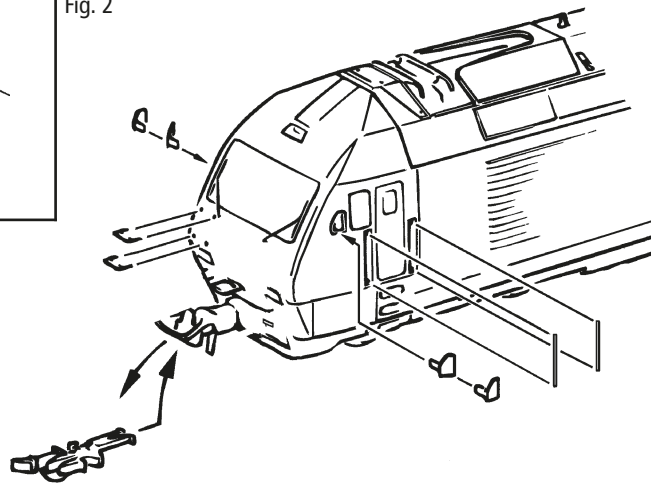
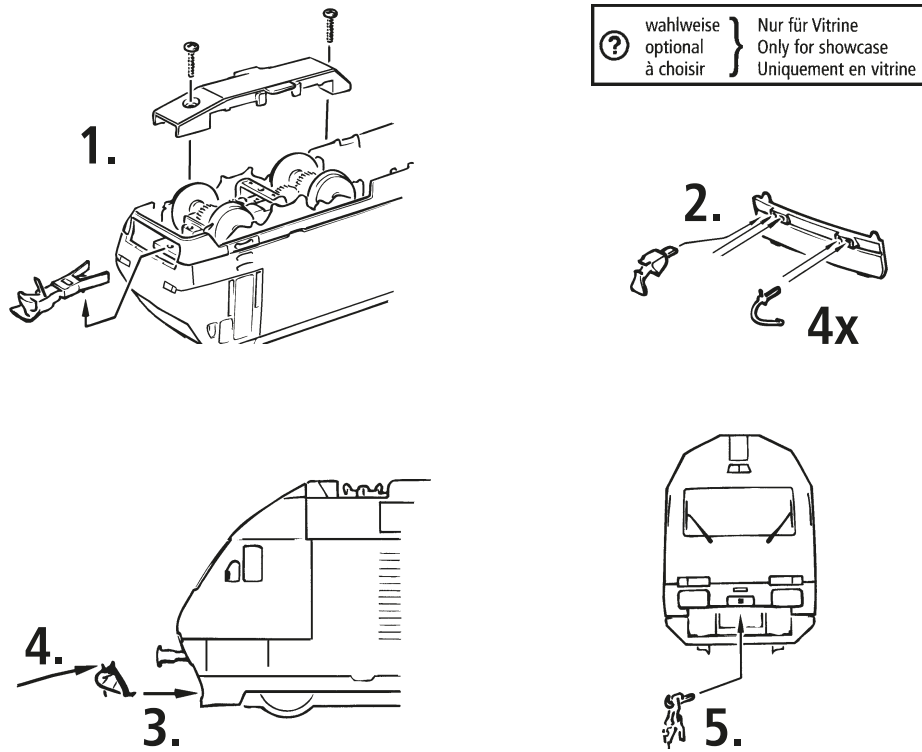

Fig. 4
Fig. 5
2. Schmierung: Versehen Sie die im Schmierplan in Fig. 5 gekennzeichneten Stellen mit nur **kleinen Öltropfen**. Dazu zuerst das Lokgehäuse abnehmen (Fig. 4). Für die regelmäßige Schmierung der Radachsen empfiehlt es sich, zuerst mit größter Sorgfalt den Getriebedeckel abzunehmen. Die dafür notwendige Vorgehensweise wird in Fig. 8 grafisch dargestellt. Wir empfehlen den ROCO **Öler Art.-Nr. 10906**. Fürs Schmieren der Getriebeteile (Zahnräder, Schnecke) empfehlen wir das **ROCO-Spezialfett Art.-Nr. 10905**. Im Falle der Schmierung diese Teile **nicht ölen**.
4. Kohlebürstenwechsel: Lokgehäuse abnehmen (Fig. 4). Danach wird der Motor ausgebaut und die Kohlebürsten ausgewechselt (Fig. 9).
2. Lubrication: Apply **tiny oil drops** to spots marked in fig. 5. Prior to lubrication dismantle locomotive (fig. 4). We recommend using item no. **10906, ROCO oiler**. For lubrication the gearparts (e.g. cogwheels, worm) we would recommend our ROCO **special grease** (item no. **10905**).
4. Carbon Brush Changing: First remove loco body (fig. 4), and then the motor (fig. 9).
2. Graissage: N'appliquez **qu'une toute petite goutte** aux endroits indiqués par le plan de graissage (fig. 5) après avoir démonté la caisse de la locomotive (fig. 4). Nous vous recommandons **le graisseur à huile ROCO réf. 10906**. Pour graisser les engrenages (roues dentées, vis sans fin) nous vous conseillons la **graisse spéciale ROCO réf. 10905** pour engrenages en matières synthétiques. Lorsque vous utilisez cette graisse il faut éviter d'huiler ces composants.
4. Remplacement des balais du moteur: Démontez la caisse (voir fig. 4). Démontez ensuite le moteur et échangez le balais (fig. 9).